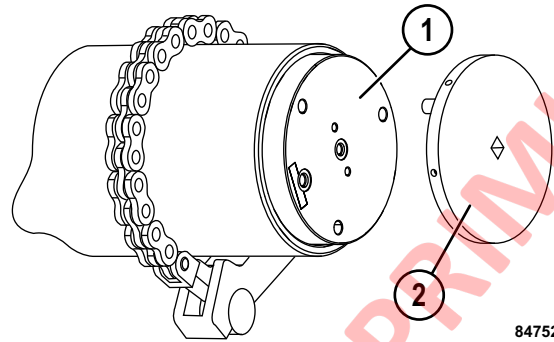

FIGURA 3-23. EXTRACCIÓN DE LA TAPA DE CARGA
4. Utilice la herramienta de la tapa del extremo (2, Figura 3-23) para sacar primero la tapa de la válvula de carga (9) y luego el casquillo hidráulico (2).